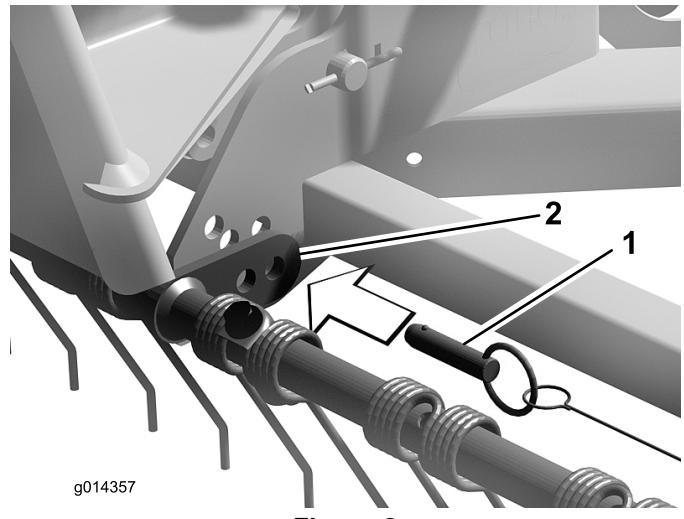

Figura 8
3. Prenda a patilha no suporte dos dentes de mola à vassoura de relva com o pino de ligação rápida (Figura 8). A atitude da vassoura com dentes de mola pode ser ajustada movendo a localização do pino de ligação rápida a um conjunto diferente de furos na patilha de montagem e vassoura.